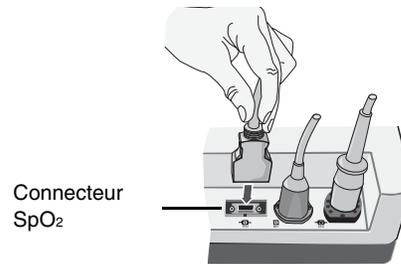

Figure 1
4. Branchez le câble patient sur le connecteur SpO₂ situé à l'arrière de l'unité M Series (voir la Figure 1).